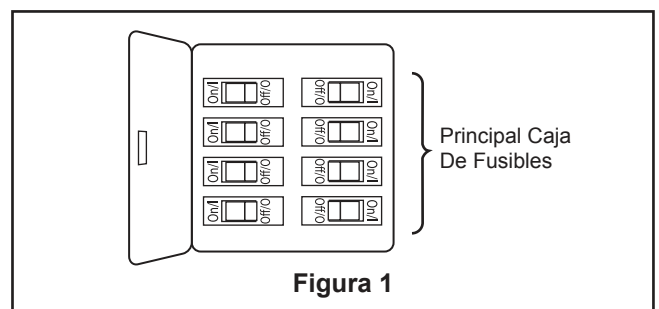

Figura 1
- 1. Restaure la fuente de alimentación de la toma de corriente enciendo la electricidad del fusible principal. (Figura 1)